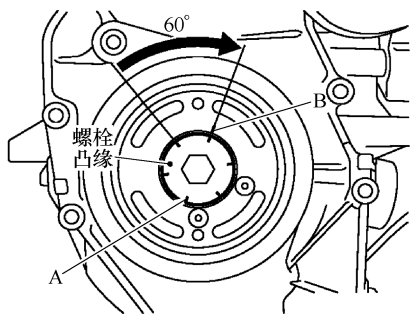

图 3-78 紧固曲轴带轮螺栓
① 用新发动机机油涂抹曲轴带轮螺栓的螺纹和固定面。
② 拧紧曲轴带轮螺栓。
③ 在曲轴带轮上作出油漆标记(B),它与六个中任意一个匹配,以便识别曲轴螺栓凸缘上的角度标记(A),见图 3-78。